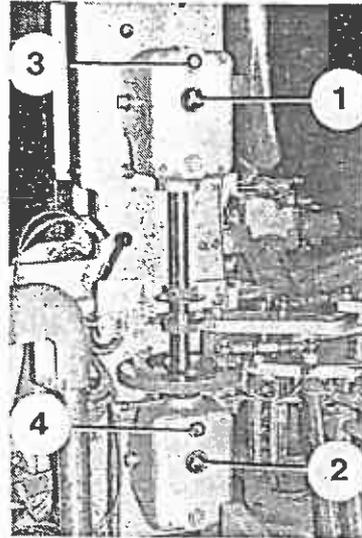

Bild 55
1. Fettstände prüfen; sie müssen sich in der Mitte der Schaugläser (Bild 55/1+2) befinden.
2. Zum Nachfüllen Einfüllschraube (Bild 55/ 3 bzw. 4) heraus-schrauben und Fett bis zur Mitte des Schauglases ergänzen.